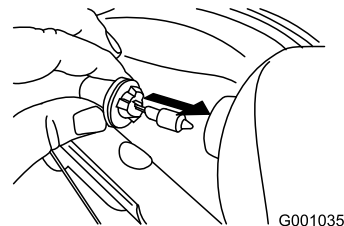

Рисунок 55
4. Вставьте новую лампу в тыльную часть фары (Рисунок 55).